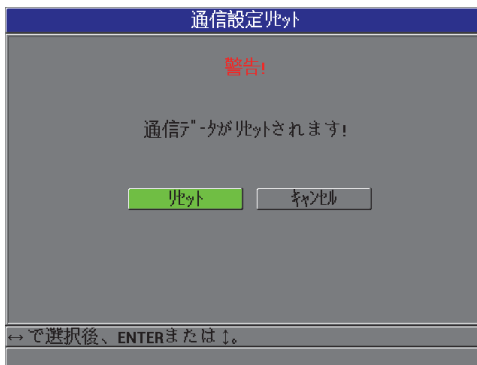

図 8-9 通信リセット画面 — 警告メッセージ
2. リセットサブメニューで、通信を選択し、通信リセット画面を開きます（157 ページ図 8-9 参照）。